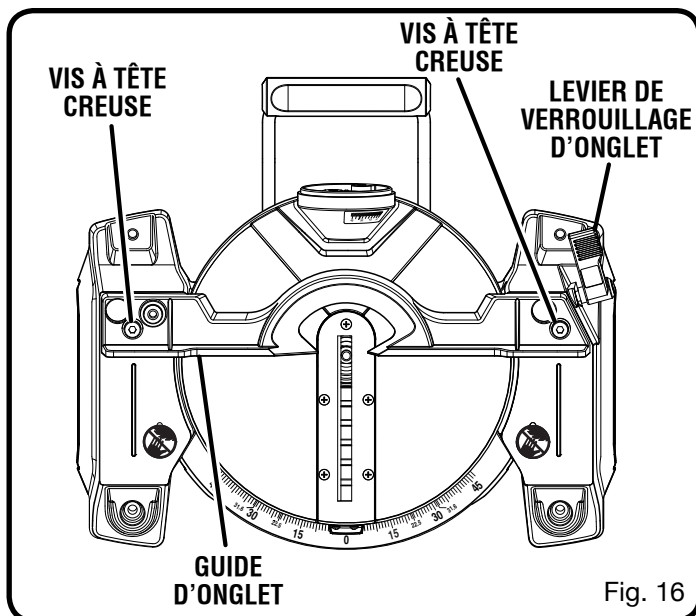

Fig. 16
Voir les figures 16 à 19.
- À l'aide de la clé de lame fournie, desserrer les vis à tête creuse de fixation du guide d'onglet sur la table à onglets. Voir la figure 16.